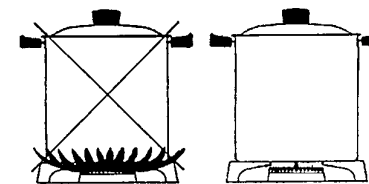

Fig. 13
- Pentru a utiliza eficientă a arzătoarelor mesei alegeți oale cu dimensiunile enumerate mai jos: arzătorul auxiliar - diametrul min 120 - max 160 mm, arzătorul cu acțiune semi-rapidă - diametrul min 180 - max 200 mm, arzătorul rapid - diametrul min 220 - max 240 mm. Regimul de funcționare al arzătoarelor trebuie să fie de așa natură, încât flacăra să nu depășească marginea oalelor, vezi Fig. 13.